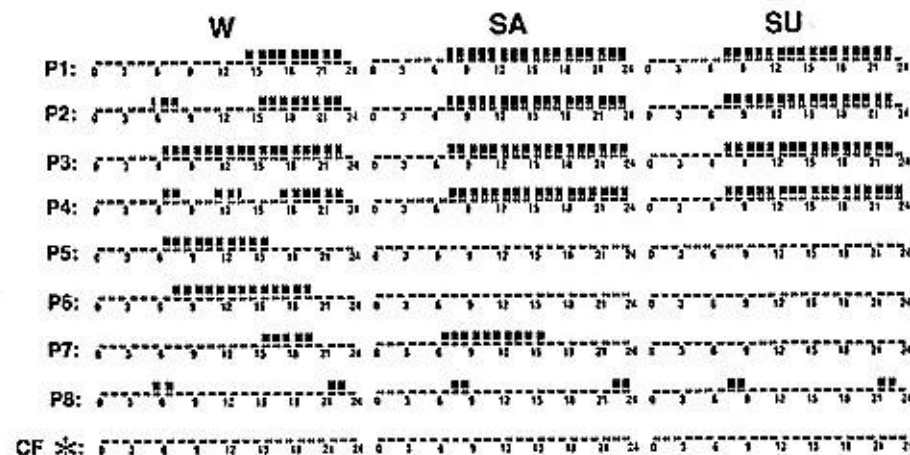

рис. 4
В состав рабочего блока R80 PDE входят точный электронный термостат и электронный таймер на 9 программ (Смотри рисунок 4).
3.3 ОПИСАНИЕ ПРОГРАММ - Рис.4